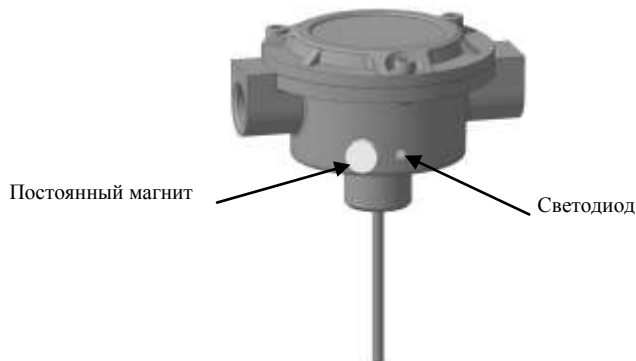

Рисунок 4 – Место поднесения постоянного магнита
Командой «Программирование адреса устройства» можно задать адрес извещателя независимо от того, какой ему адрес присвоен на данный момент. Это может быть использовано в случае ошибочного назначения одинаковых адресов двум и более устройствам. Для этого с пульта или компьютера подать команду на программирование требуемого адреса. После чего в течение не более 5 минут к извещателю, который находится в дежурном режиме, поднести постоянный магнит к обозначенному месту, рисунок 4. При этом светодиод извещателя переходит в режим непрерывного свечения. На пульте или компьютере отображаются события о потере связи с устройством по старому адресу и о восстановлении связи с устройством по новому адресу. Если устройство имели одинаковый адрес, то сообщений о потере связи по старому адресу не будет.
2.6.4 Упрощенный контроль функционирования осуществляется путём поднесения постоянного магнита к извещателю (см. рисунок 4). Пульт «С2000М» или АРМ «Орион Про» должен выдать сообщение «Тест» или «Пожар», в зависимости от режима тестирования. Упрощенный контроль работает начиная с «С2000-КДЛ» v.2.15 и «С2000-КДЛ-2И» v.1.15.